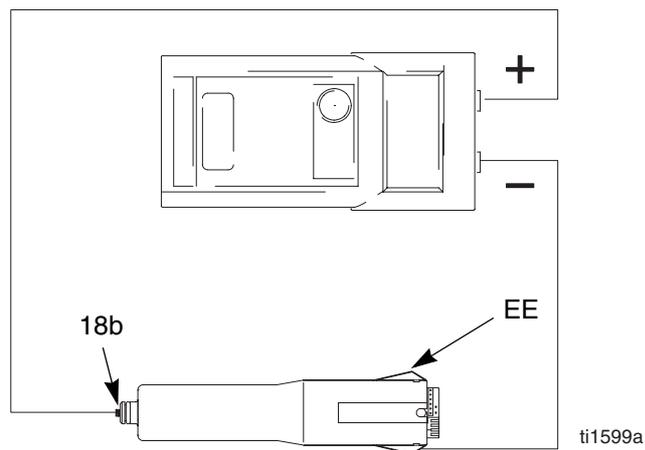

Fig. 18. Prueba de resistencia de la fuente de energía
2. Desmonte la fuente de alimentación (18), página 46.
3. Desconecte el alternador de la turbina (19) de la fuente de alimentación, página 47.
4. Mida la resistencia desde las correas de toma a tierra de la fuente de energía (EE) hasta el muelle (18b). Vea FIG. 18.